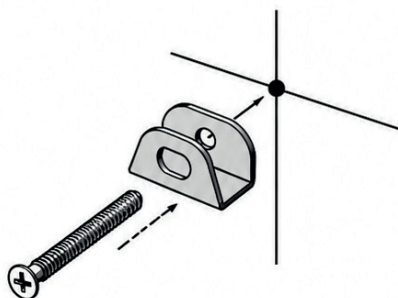

Fig6
3. Inserire i due tasselli (D) nei due supporti (C) utilizzando le due viti (D). (Figure 6 e 7).